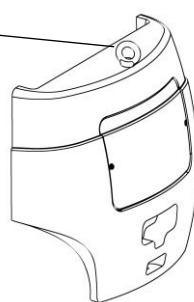

Рисунок 2-23
(3) Место для подъема противовеса представлено на Рис. 2-23